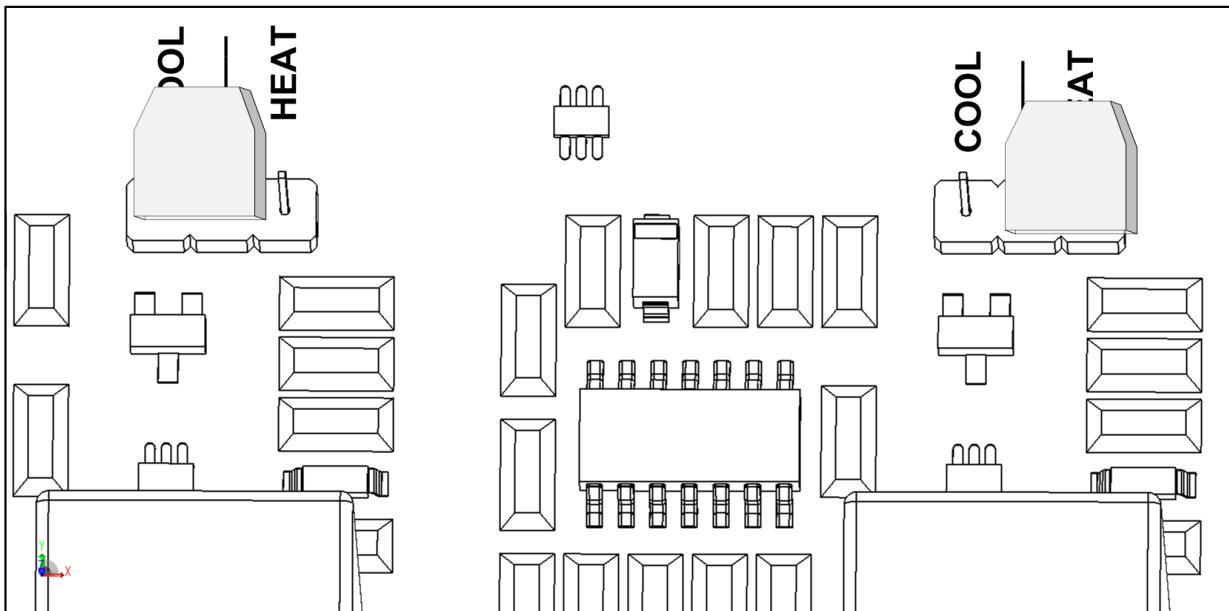

图 7: 加热和冷却的跳线
- 对每个继电器而言，要将跳线放置在要求的针脚处. 图 7 有两个示例.